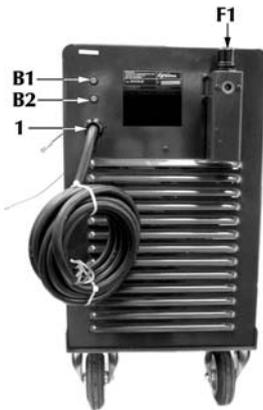

Fig.2
2. Collegare l'alimentazione dell'aria compressa tramite un raccordo da 1/4 di pollice alla presa aria P1 dell'unità filtro F1 (Fig. 2). La pressione deve garantire almeno 5 bar con portata minima pari a 200 litri al minuto.
Premere il pulsante di test gas (T2 di Fig.1) in modo da spurgare il circuito dell'aria compressa da eventuali residui e impurità, quindi alzare e ruotare la manopola per la regolazione della pressione (F1 di Fig. 2) fino a leggere sul display D2 una pressione di 5 bar (svolgere l'operazione tenendo premuto il pulsante di test gas in modo da effettuare la regolazione con circuito dell'aria aperto).